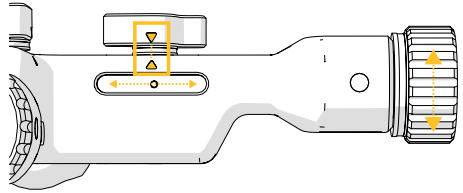

Figure 2 : réglage de la molette pour l'alignement des flèches.
- ✓ Avant la configuration du système de ciblage de précision, régler les molettes de sorte que les flèches repérées figures 2 et 3 correspondent.
3. Régler les molettes de réglage linéaire de sorte que les flèches repérées figure 2 correspondent. La position nominale du bras est obtenue en alignant les têtes de flèches.